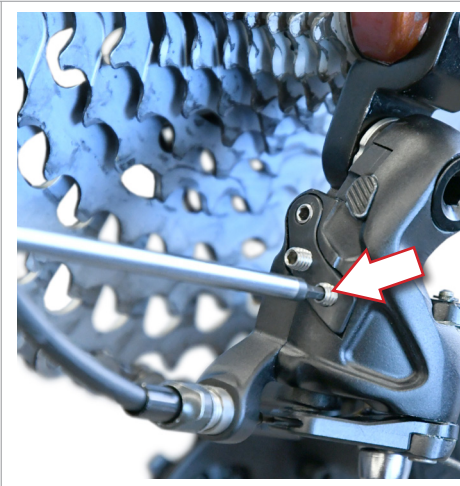

Fig.23
- Verificar que, accionando oportunamente el mando, el cambio posicione la cadena sobre la corona más grande; si esto no tuviese lugar correctamente, actuar repetidamente sobre el tornillo (Fig. 23) (aflojándolo hasta que, accionando el mando, el cambio posicione la cadena sobre la corona más grande sin imprecisiones).